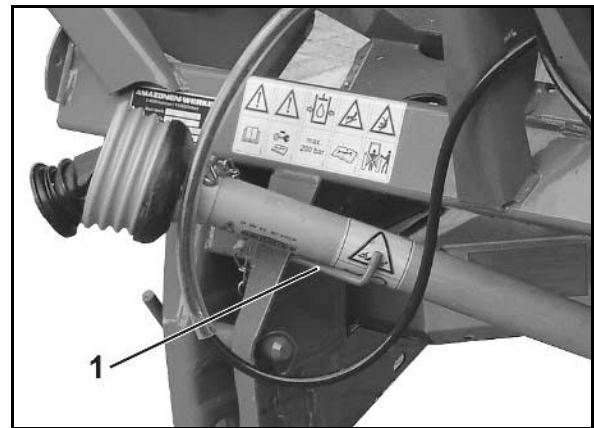

Рис. 33
5. Положите карданный вал на специально предусмотренную подставку (Рис. 33/1).